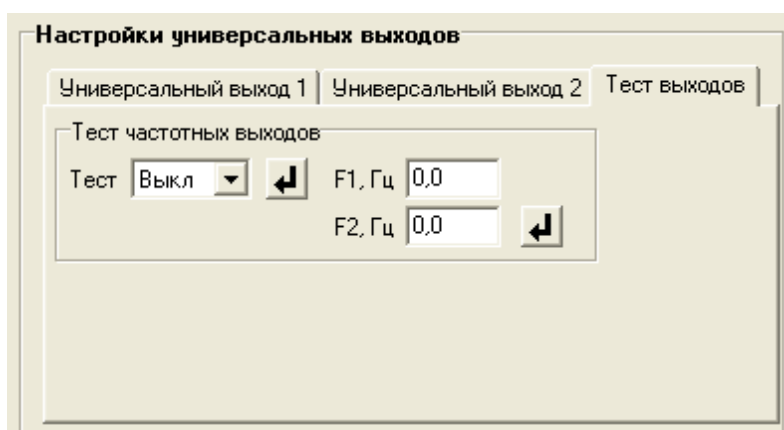

Рис.13. Вид вкладки «Тест выходов».
- 2.4.5. В расходомере предусмотрена возможность проверки работоспособности универсальных выходов в частотном режиме. Установочные параметры для проведения тестирования находятся во вкладке **Тест выходов** (рис.13).